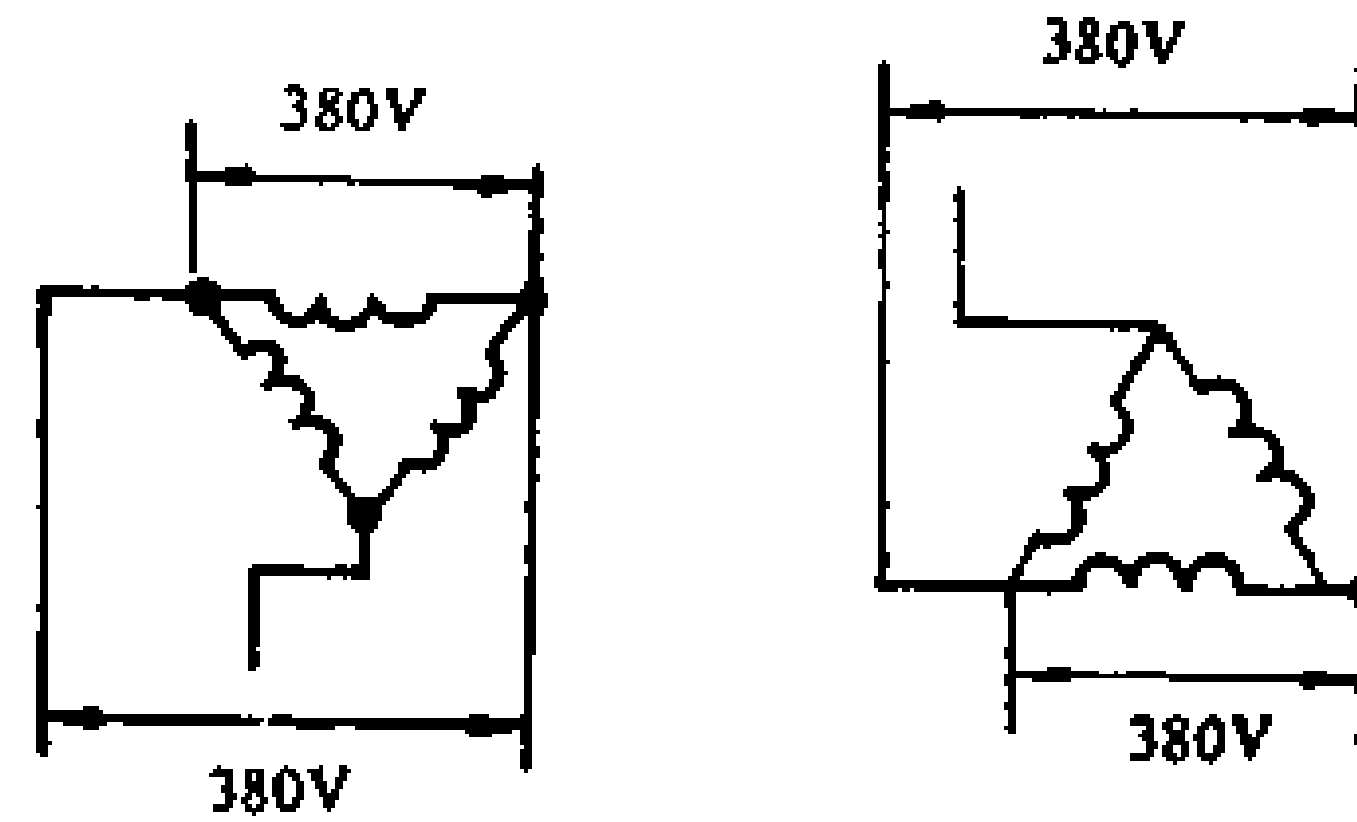

图 4-24 D 形错接成 Y 形
(2) 把 D 形接线错接成 Y 形接线: 图 4-24 所示是把 D 接线错接成了 Y 形接线。这样, 电源电压本来是 380V, 现在成了 220V, 只有原来电压的 58%, 相当于电动机降低电压运行。这时, 电动机的劲头 (转矩) 很小, 一带负荷电流就迅速增加, 甚至被迫停止转动, 结果不是烧断保险丝就是烧毁电动机。